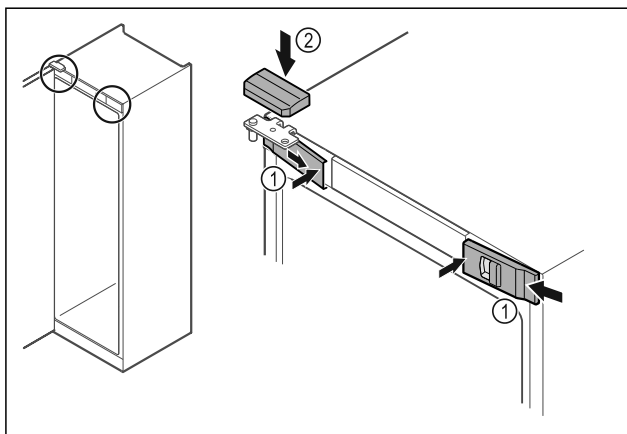

Fig. 45
- Acroșați apărătorile frontale Fig. 45 (1) lateral și fixați-le în poziție la interior.
- Fixați în poziție apărătoarea superioară Fig. 45 (2) de sus.